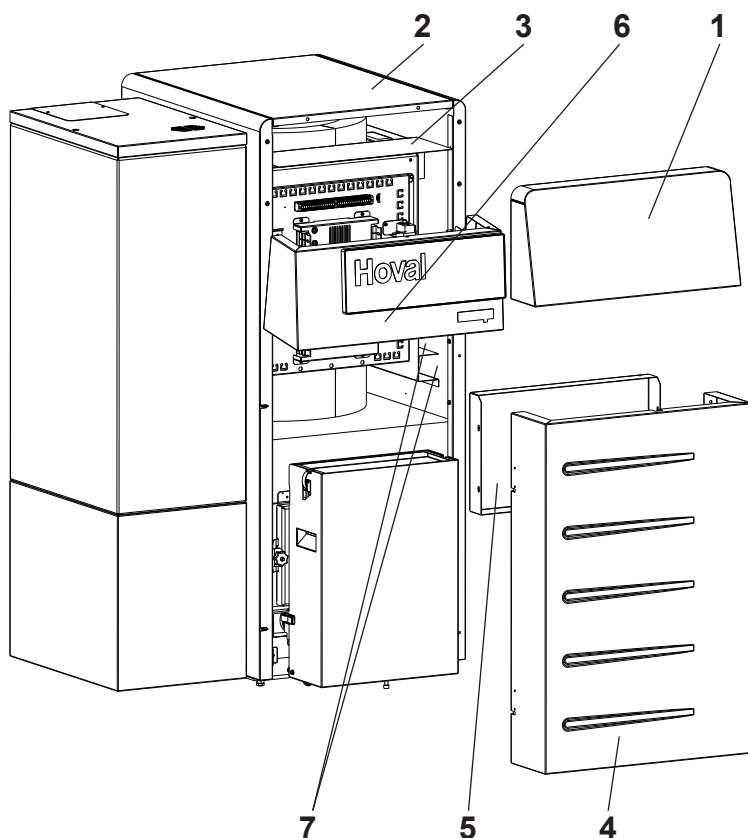

Fig. 16
- Spostare verso l'alto la lamiera anteriore (1, Fig. 16) ed asportarla.
2. Rimuovere il coperchio (2).
3. Rimuovere la lamiera di protezione (3) allentando le due viti sul supporto in lamiera.
4. Togliere gli sportelli anteriori (4) (Particolare E, Seite 15):
- Asportare gli sportelli anteriori (10) sollevando il perno della cerniera (10a) in alto e in basso sulla parete laterale sinistra.
5. Fissare la copertura in lamiera (5, Fig. 16) togliendo le quattro viti per lamiera dalle pareti laterali.
6. Sollevare il quadro di comando (6) fino alla battuta, muoverlo in avanti e poi all'indietro.
7. Posare separatamente in canaline la linea da 230V, i cavi dei sensori e i collegamenti bus (7; Anteriormente: Fig. 16 e posteriormente: Fig. 17).